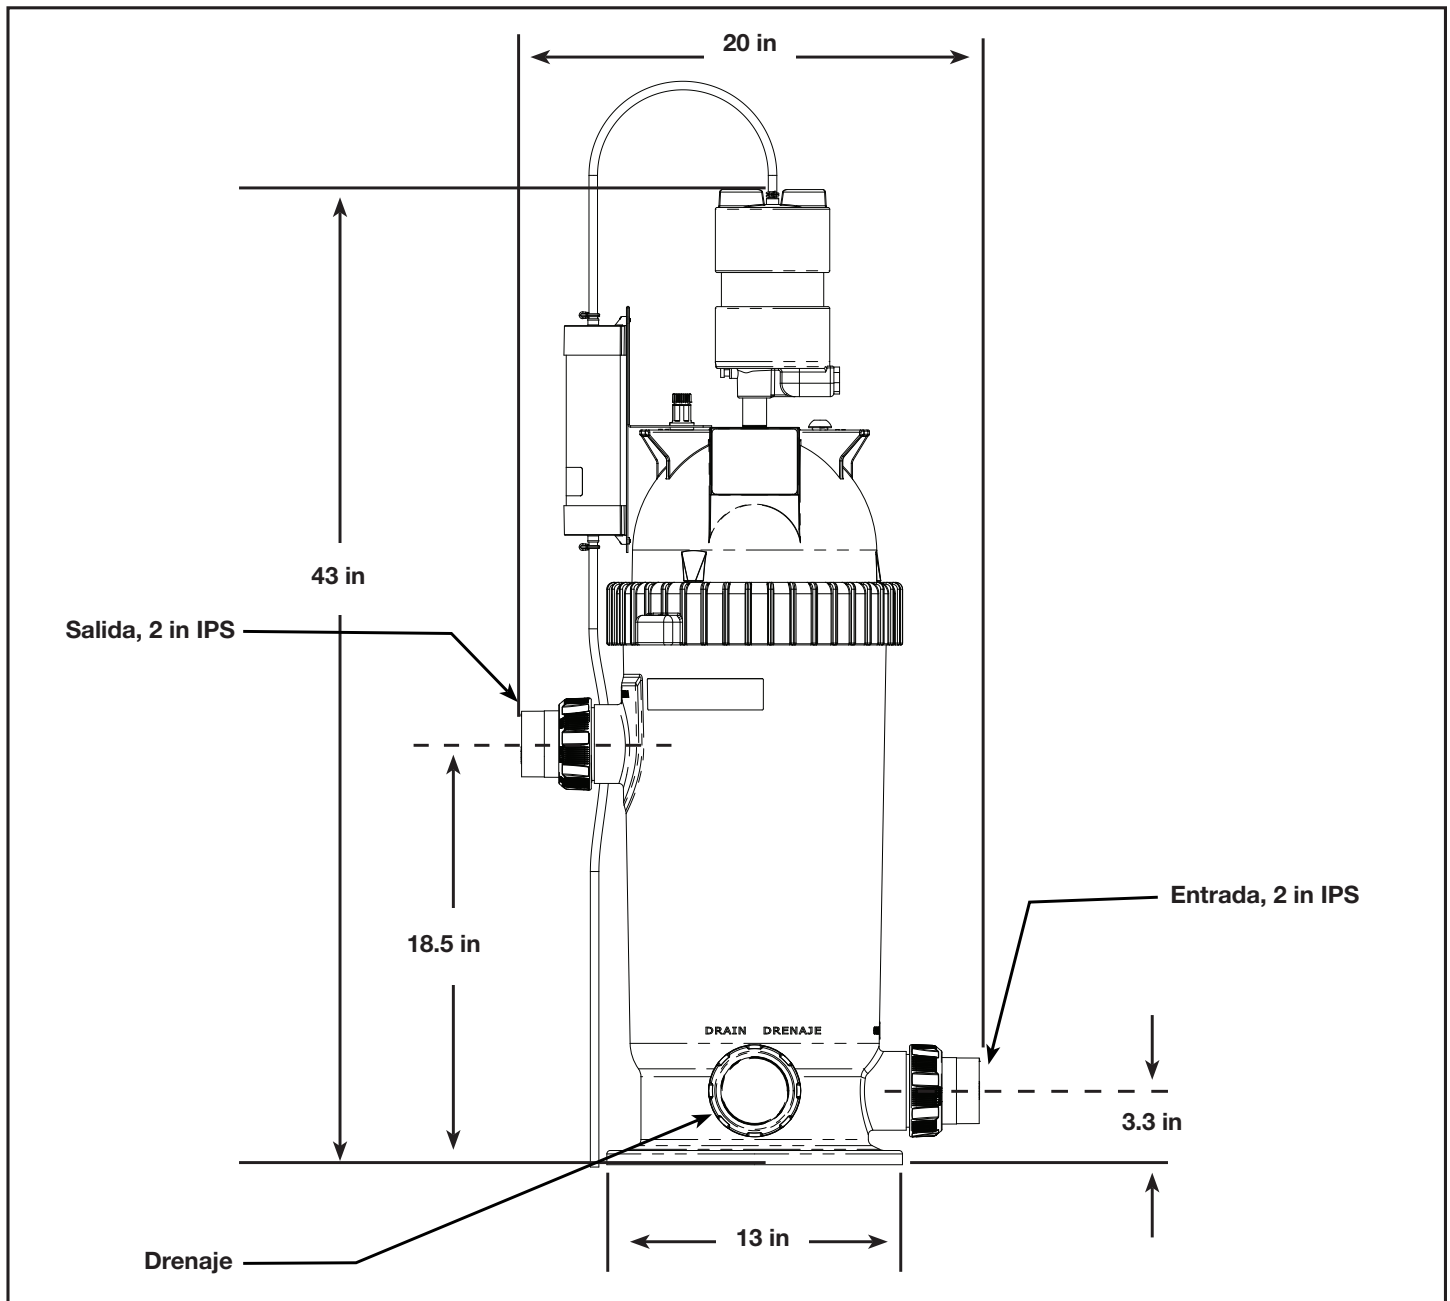

Figura 2. Dimensiones críticas
Utilice imprimador y cemento aprobados por NSF y adecuados para los tubos del circuito de circulación. Antes de colocar el sistema MDV en la base del equipo, registre las dimensiones de espacio libre de 4 in (10 cm) alrededor y 20 in (50 cm) arriba. Consulte la Figura 2 para conocer las dimensiones críticas.
- Si desea preparar el sistema MDV para el invierno, drene el agua aflojando la tapa con el nombre “DRAIN” (Drenaje) que se encuentra cerca del fondo de la unidad (consulte la Figura 2).